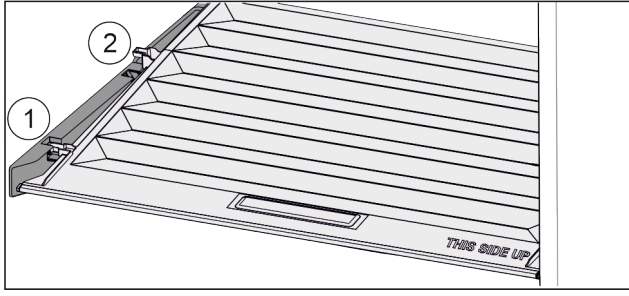

Fig. 116
- Kapağı tutma parçalarındaki girişle kadar öne çekin Fig. 116 (1)
- Arkada alttan kaldırın ve yukarı doğru alarak çıkarın Fig. 116 (2).